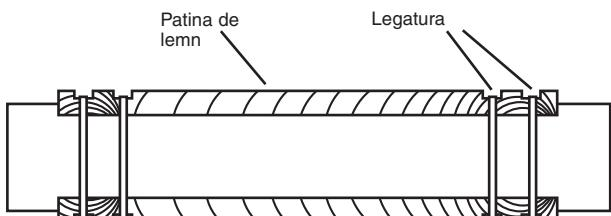
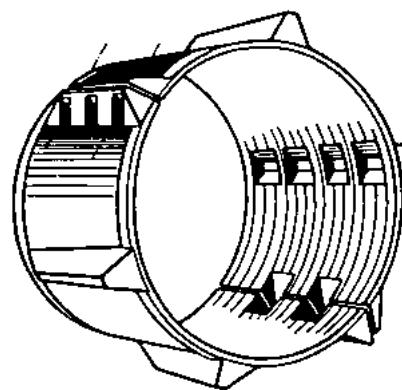

Figura 5-6: dispozitiv de sprijin pentru conducta de relining
Figura 5-7: distantiere din plastic
- 2 Conducta trebuie protejata impotriva deteriorarilor din alunecare folosindu-se suporti din lemn atasati pe conducta, asa cum se arata in **Figura 5-6** sau distantiere de plastic asa cum se arata in **Figura 5-7**. Acestea trebuie sa asigure o inaltime suficienta pentru a permite o distanta rezonabila intre diametrul exterior al mufei si diametrul interior al conductei existentei.